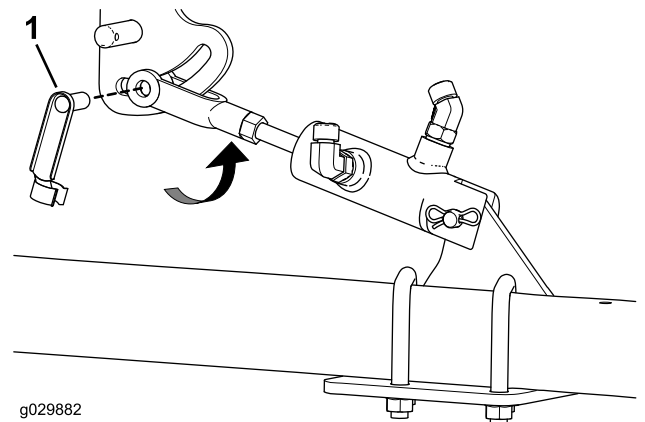

図 9
4. ヨークリンクにスプリングクレビスピンを差し込んでロック位置に回す 図 9。